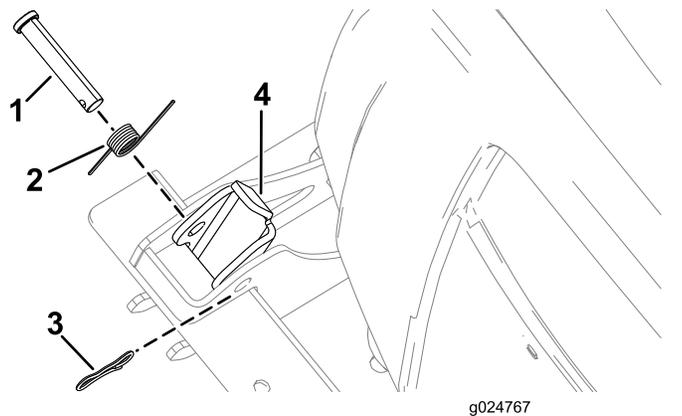

Figura 20
1. Staccate la coppiglia dal perno con testa (Figura 20).
2. Togliete il perno con testa e la molla dal fermo (Figura 20).